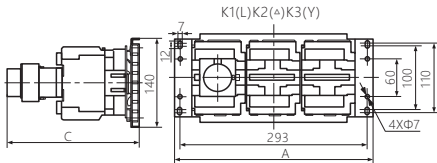

图2 QJX2-40~95系列起动器安装尺寸与安装示意
2.2 QJX2-40~95系列星三角起动器安装尺寸与外形尺寸, 见图2及表2, 接线能力见表3, 型号规格重量见箱贴。